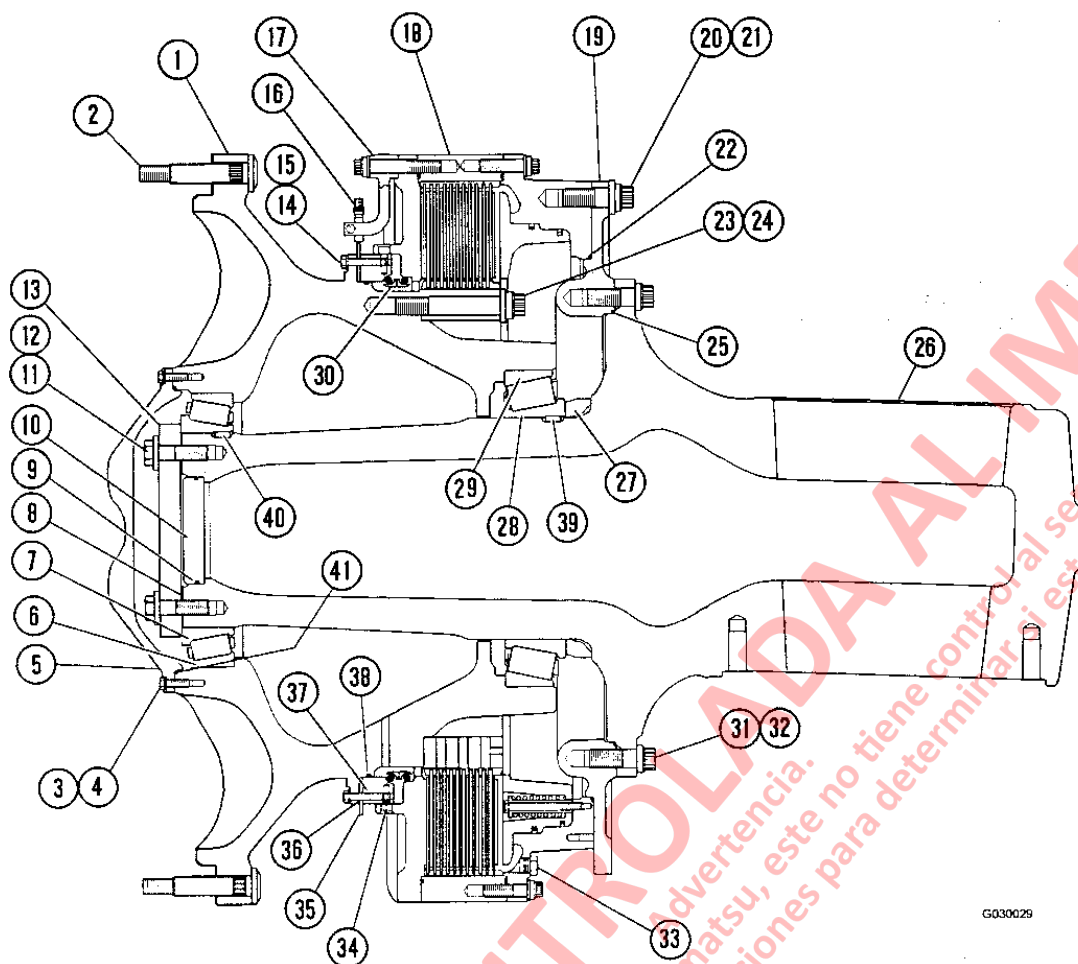

FIGURA 3-6. CONJUNTO DEL HUSILLO, CUBO Y FRENO DE LA RUEDA DELANTERA
3. Instale seis pernos prisionero de cabeza hueca de 0.50" x 0.75" de largo (34, Figura 3-6) a través de la placa posterior del freno de disco, en los orificios de acople en el retén del sello. Apriete muy bien.
2. Inspeccione los espárragos del cubo de la rueda (2, Figura 3-6) y cámbielos si están dañados o rotos.
2. Revise los conos del rodamiento (7 y 28 Figura 3-6) para que calcen libremente en el husillo (26).
4. Instale las copas de los rodamientos (6 y 29) en el cubo de la rueda (1) de la siguiente manera:
29. Si el ancho del espacio promedio no está entre el rango máximo y el mínimo permitido, suelte los pernos del retén del sello (4, Figura 3-6), y **agregue** laines (5) según se requiera para **reducir** el espacio, o **saque** laines para **aumentarlo**.
31. Instale sensor(es) de velocidad (16, Figura 3-6) en las abrazaderas de soporte (17). Ajuste el espacio del sensor como sigue: